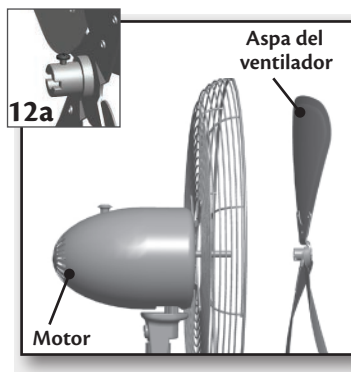

Figura 12
4. Afloje el tornillo en la parte posterior del conjunto de las aspas. Figura 12a. Deslice el conjunto de las aspas en el eje del motor. Figura 12.